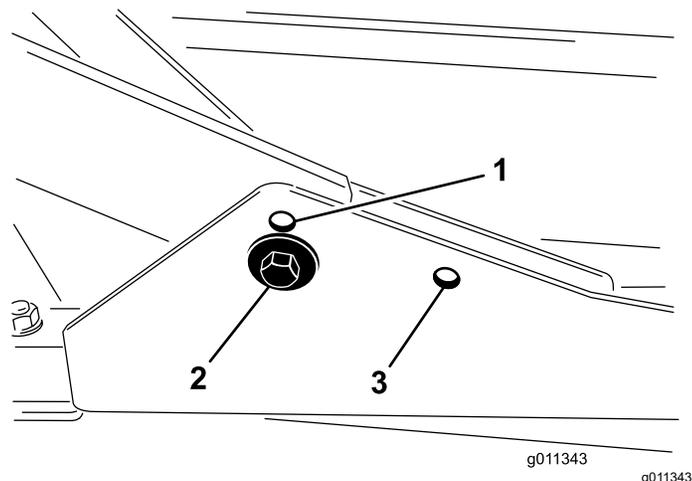

Figura 2
1. Per altezze di taglio comprese tra 2 e 7,6 cm, montate i telai portanti anteriori nei fori di montaggio anteriori inferiori (Figura 2).
2. Per altezze di taglio comprese tra 6,3 e 10,2 cm, montate i telai portanti anteriori nei fori di montaggio anteriori superiori (Figura 2).
Per tutte le altezze di taglio, montate il piatto di taglio posteriore nei fori di montaggio posteriori (Figura 2).